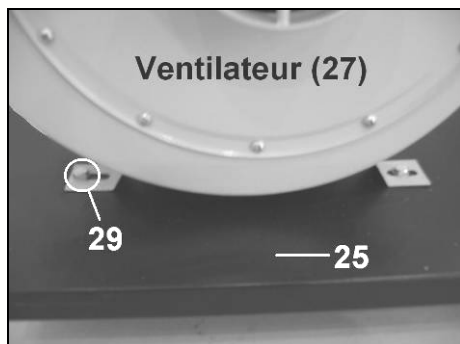

Fig 12
- Ajustez la position du ventilateur (27) puis fixez-le avec 2 ensembles vis hexagonale/rondelle (29) que vous visserez directement dans le plateau (25) (Fig 12).